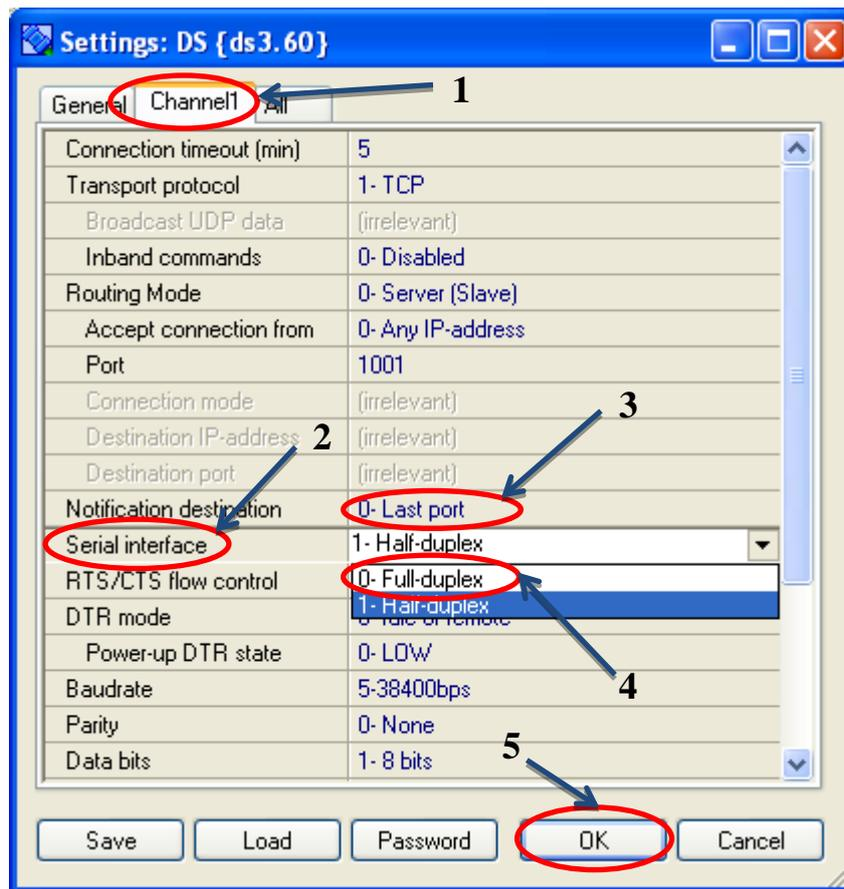

Рисунок 19 – Окно настроек Tibbo DS Manger
4. Зайти во вкладку «Channel». Найти строку «Serial interface» и выбрать из предложенных состояний значение «full-duplex». (см. рисунок 19)